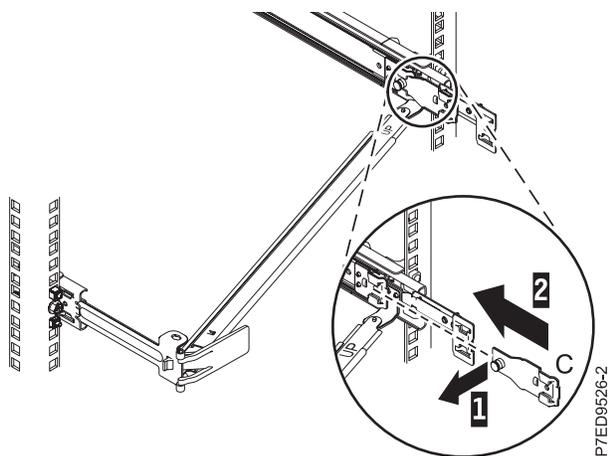

Figura 16. Instalación de la pieza de sujeción de montaje en el riel deslizante
- Fije la pieza de sujeción de montaje (C) en la ranura que hay en la parte interior del riel deslizante derecho tirando de la patilla hacia afuera (1), y deslizando la pieza de sujeción de montaje (C) en el riel derecho hasta que la patilla encajada por resorte quede encajada en su sitio (2), tal como se muestra en la Figura 16 en la página 13.